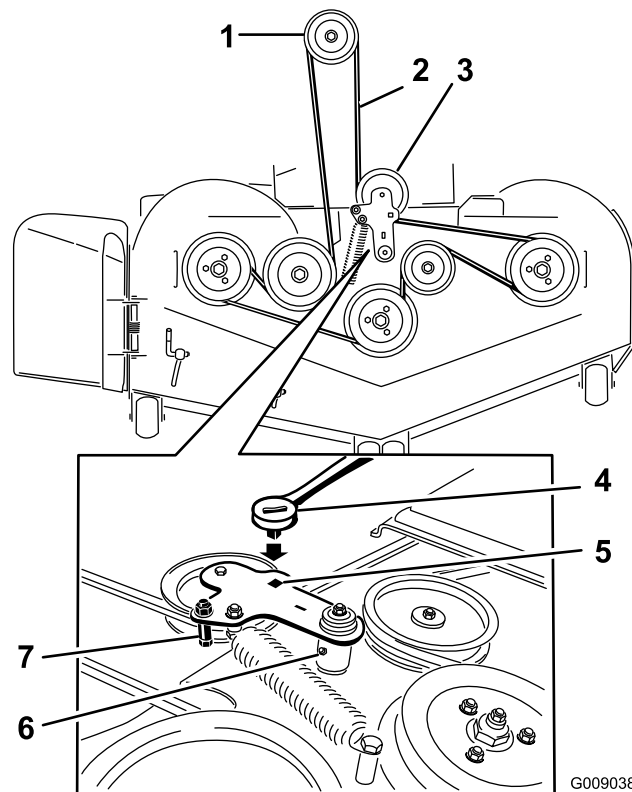

Figura 77
5. Utilice una llave de carraca en el taladro cuadrado del brazo tensor para aliviar la tensión del muelle tensor (Figura 77).
7. Retire la guía de la correa del brazo tensor tensado con muelle según lo ilustrado en Figura 77.
9. Pase la correa nueva alrededor de las poleas del cortacésped y de la polea del embrague, debajo del motor (Figura 77).
10. Instale la guía de la correa en el brazo tensor según se muestra en Figura 77.
11. Utilizando la llave de carraca en el taladro cuadrado, instale el muelle tensor (Figura 77).